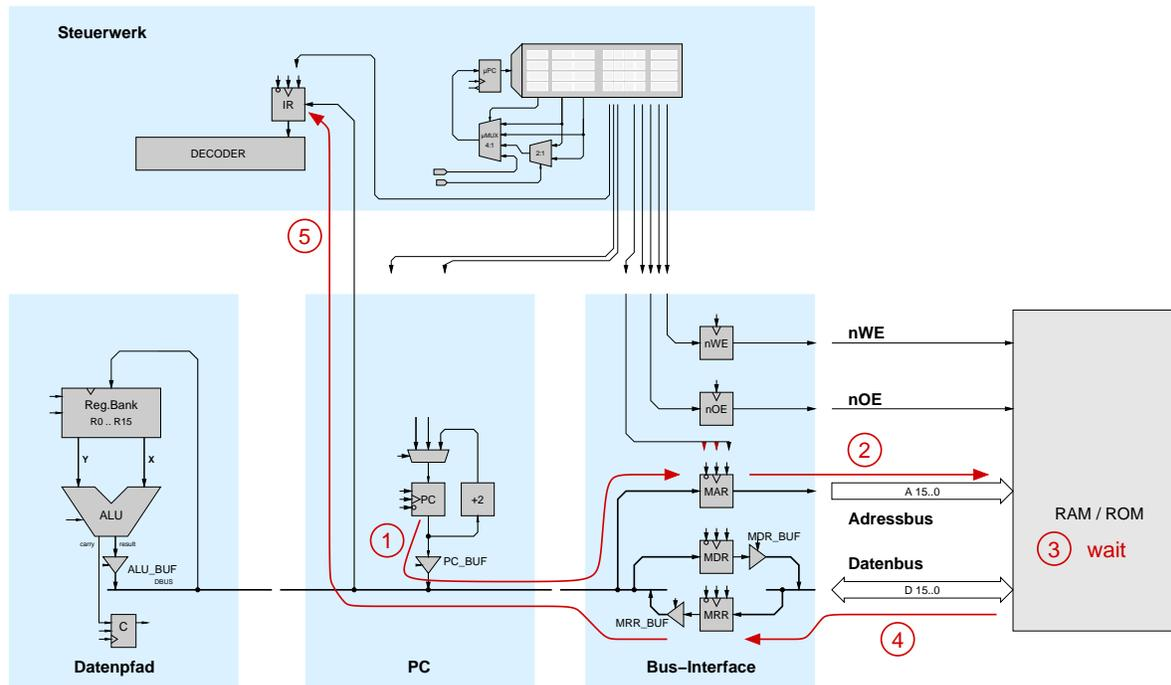

Abbildung 2: Speicherinterface und Komponenten für die Befehl-Holen Phase
**Aufgabe 1.2: Mikroprogramm für Befehl Holen** Der erste Schritt im Befehlszyklus des von-Neumann Rechners ist die *Befehl holen* Phase, in der ein Befehl aus dem Speicher (ROM oder RAM) in das Befehlsregister `IR` übertragen wird. Die Adresse kommt dabei aus dem Programmzähler `PC`. Von der gesamten Hardware werden für diese Schritte also nur das mikroprogrammierte Steuerwerk, der Speicher mit seiner Ansteuerung, die beiden Register `PC` und `IR` und einige der Tristate-Treiber benötigt. Dies ist in Abbildung 2 illustriert.
Wie schon in Abbildung 2 angedeutet ist, sind folgende Schritte nötig: